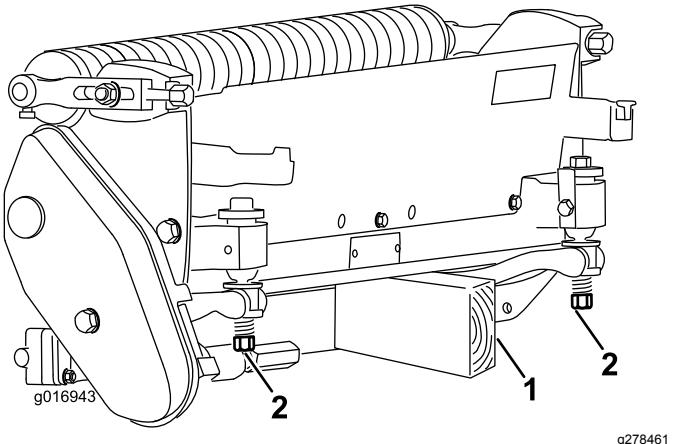

Figura 8
Cuando sea necesario inclinar la unidad de corte para tener acceso a la contracuchilla/el molinete, apoye la parte trasera de la unidad de corte para asegurarse de que las tuercas de los tornillos de ajuste de la barra de asiento no estén apoyadas en la superficie de trabajo (Figura 8).
**Nota:** Asegúrese de que las tuercas de la parte de atrás de los tornillos de ajuste de la barra de asiento no descansan sobre la superficie de trabajo (Figura 8).